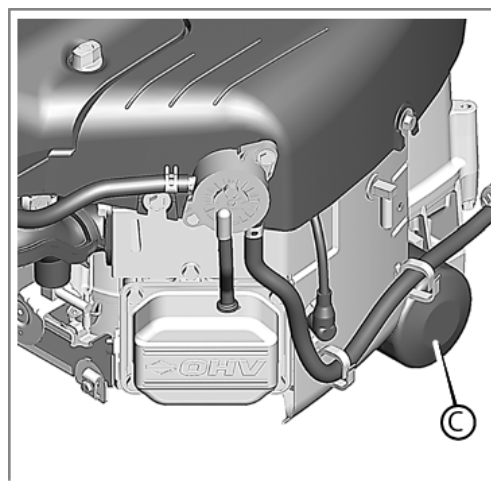

図 14 オイルフィルターの交換
2. オイルフィルター (図 14 の C) を外して廃棄します。